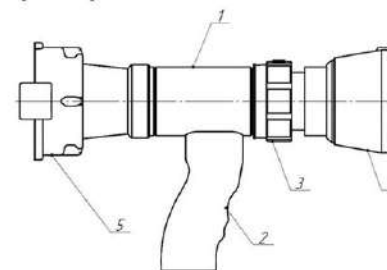

Рис. 1. Стволы пожарные РСКУ-50 и РСКУ-70
3.1. Ствол пожарный ручной (рис.1) состоит из корпуса 1, рукоятки 2, механизма регулировки расхода, управляемого кольцом 3, дефлектора регулировки формы струи 4 и соединительной муфтовой головки 5. Регулировка формы струи от защитной завесы (120°) до сплошной осуществляется при помощи вращения дефлектора 4. Регулировка расхода воды производится поворотом кольца 3. При его повороте против часовой стрелки до упора, расход воды уменьшается до минимального значения, при повороте кольца по часовой стрелке расход изменяется от 2 до 8 л/с (от 6 до 15 л/с для РСКУ-70). При дальнейшем повороте ствол переводится в режим промывки.